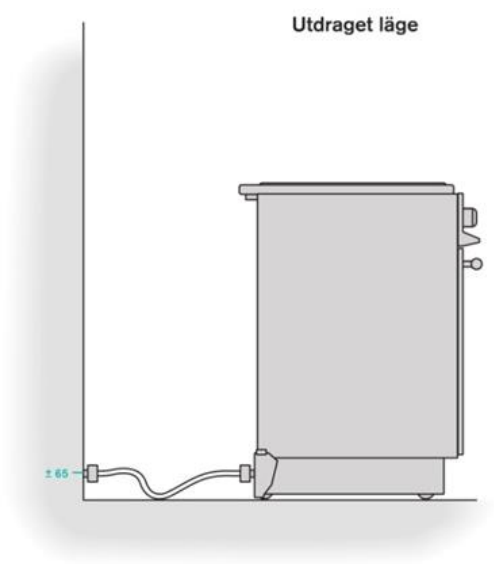

Bild 4 Tillåten förskjutning för att undvika otillåten böjning vid låg anslutningspunkt
- Slangen får inte vara installerad så att den utsätts för otillåten böjning eller vridning (följ anvisningar), se bild 4 och 5.